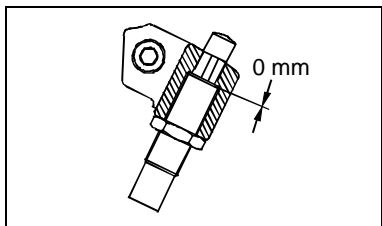

Fig. 29
3. Vissez un amortisseur complètement dans la butée dotée d'un logement pour amortisseur, comme indiqué sur la figure 29. Desserrer légèrement les contre-écrous auparavant.